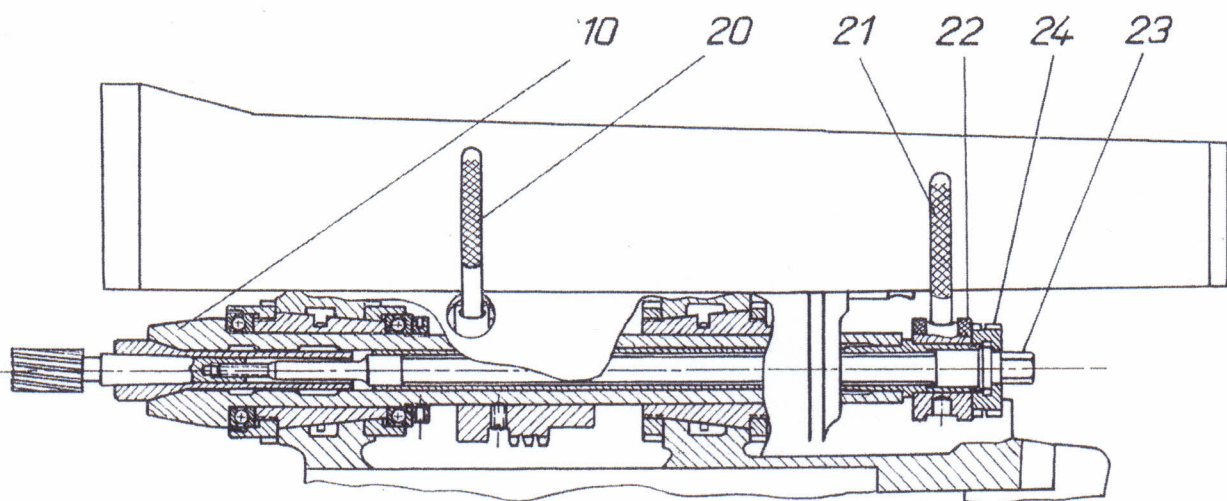

Abb. 14 Horizontalspindel
m) Werkzeugbefestigung in der Horizontalspindel (hierzu Abb. 14)
Ein- und Ausspannen der Werkzeuge (hierzu Abb. 14)